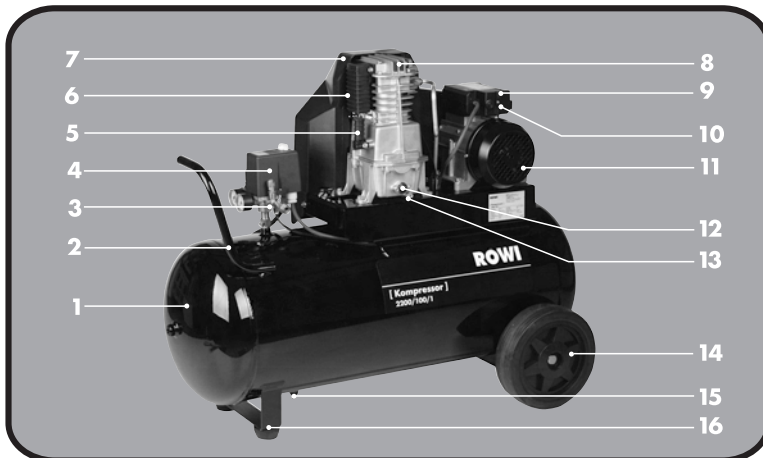

Abb. 4: Geräteübersicht
1. Vergewissern Sie sich, dass der rote Knopf am Druckschalter (Ein-/Ausschalter, siehe Abb. 4, Nr. 4) auf der Position "OFF" steht. Schließen Sie dann den Kompressor an eine geerdete, durch einen FI-Schutzschalter (max. 30 mA) abgesicherte Steckdose (400 V/3 ~50 Hz) an.
3. Starten Sie den Kompressor, indem Sie den weißen Knopf am Druckschalter (Ein-/Ausschalter, siehe Abb. 4, Nr. 4) im Uhrzeigersinn auf die Position "AUTO" stellen. Wir empfehlen Ihnen, das Gerät einmal so lange laufen zu lassen, bis der maximale Kesseldruck erreicht wurde und das Gerät automatisch abschaltet. Schließen Sie dann das gewünschte Druckluft-Werkzeug an (siehe Kapitel 3.3).
3. Schalten Sie den Kompressor ein, indem Sie den roten Knopf am Druckschalter (Ein-/Ausschalter, siehe Abb. 4, Nr. 4) hochziehen. Lassen Sie den Kompressor mit geöffneter Wasserablass-Schraube 2 - 3 Minuten laufen. Das Gerät erwärmt sich während dieser Zeit so, dass es für den weiteren Betrieb bereit ist.
1. Drehen Sie zum Abschalten des Gerätes den Knopf am Druckschalter (Ein-/Ausschalter, siehe Abb. 4, Nr. 4) entgegen des Uhrzeigersinns, auf die Position "OFF". Das Gerät darf niemals durch Ziehen des Netzsteckers abgeschaltet werden. Das Ziehen des Netzsteckers ohne zuvor den Knopf am Druckschalter hinunter zu drücken, deaktiviert die Druckentlastung.
- ▶ Schalten Sie den Kompressor ab, indem Sie den roten Knopf am Druckschalter (siehe Abb. 4, Nr. 4) entgegen des Uhrzeigersinns auf die Position "OFF" drehen.